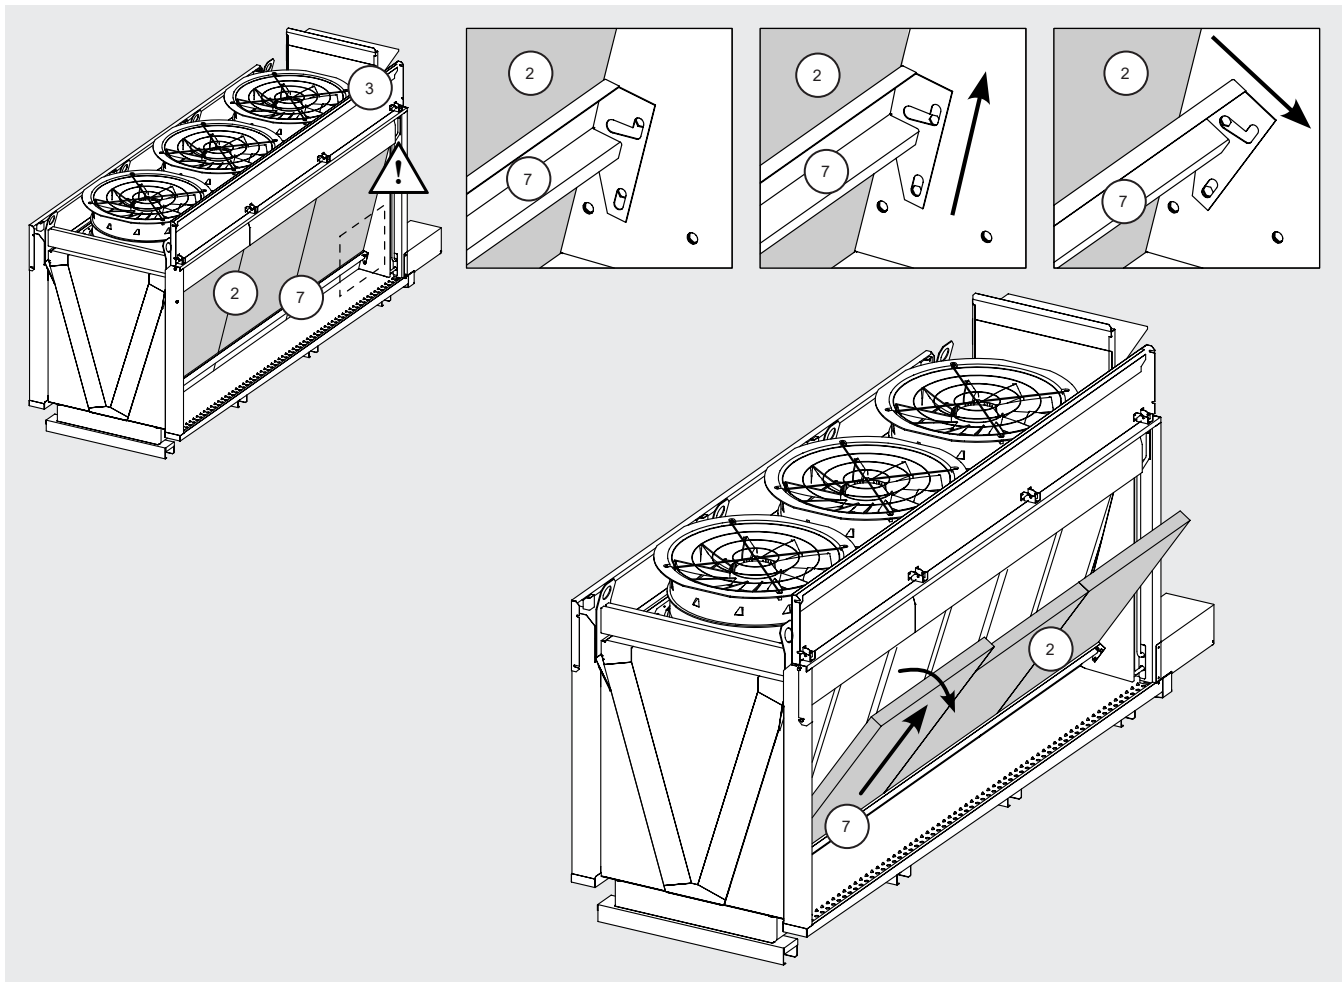

Figure 21
- 12.9.16 Tirer la barre transversale (7) vers le haut puis vers l'extérieur, en la faisant tourner. Attention: cette opération fait basculer le panneau en carton (2). Voir la Figure 21.